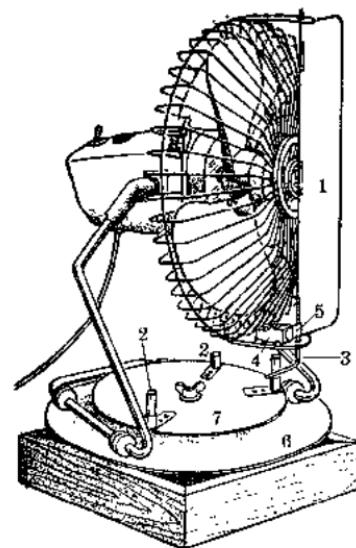
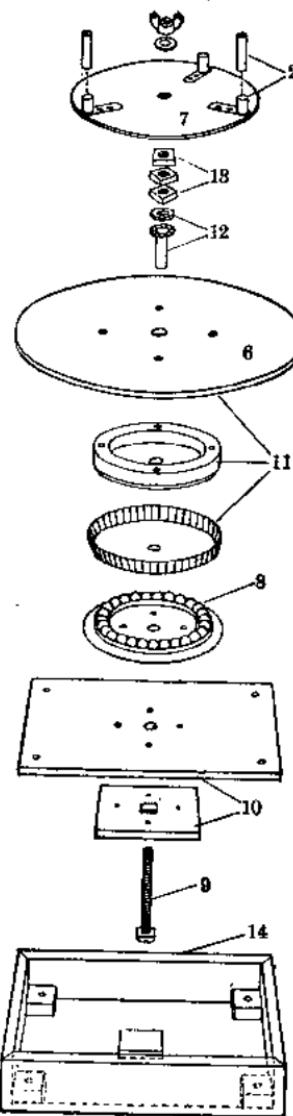
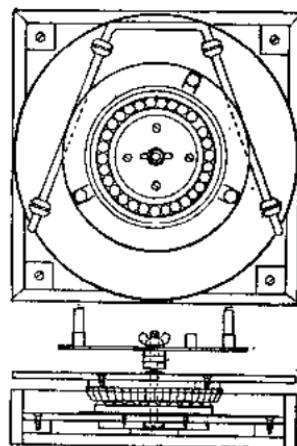

图 2
图 3
图 4
1、3、4、5 各点见图 2 2. 拨向杆
38瓦杆式座电扇的摇转装置可参考图2、图3及图4，图中扇座6、圆木及开花口圆铁皮11、滚珠8是转动部分，其余都是用螺钉或卡制螺帽等固定不动的。特别是图中的定片7部分不能让其随着转动，以便使受拨弯头与拨向杆碰触，使风扇转向另一方向摇动。